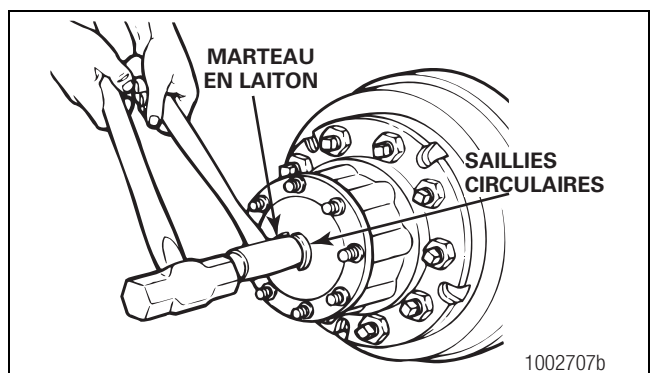

Figure 3.1
2. Positionner un chassoir ou un marteau en laiton de 1 1/2 po au centre de l'arbre de roue, à l'intérieur des saillies circulaires. Figure 3.1.